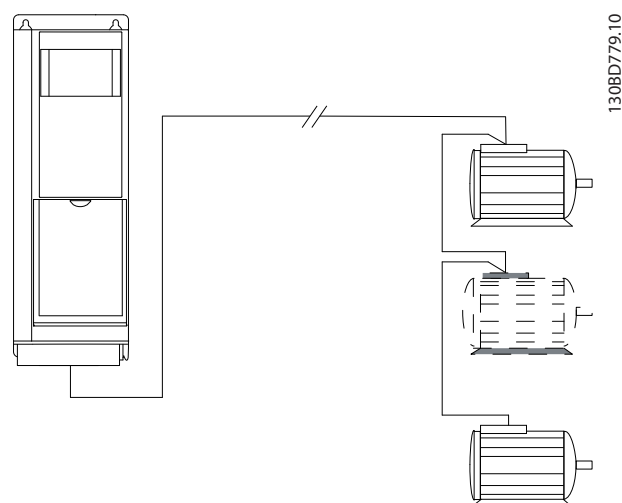

図 3.16 直列接続の長いケーブル
- 並列接続しない長いケーブルについては、図 3.16 をご参照ください。